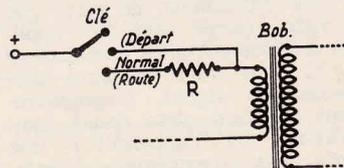

FIG. 5
b) Dans la plupart des allumeurs électroniques d'origine U.S.A., la clé de contact est prévue avec trois positions : Arrêt, Départ et Normal (ou Route). Cette disposition est schématisée sur la figure 5, disposition qui l'on pourra d'ailleurs adjoindre tout montage d'allumeur électronique.